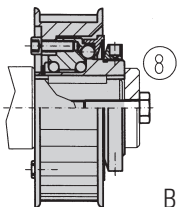

Bild 6
Komplette Kupplung mit geeigneter Vorrichtung auf den Wellenzapfen aufziehen. Die erreichte Einbauposition muss z.B. über einen Pressdeckel (8), Bild 6 axial fixiert werden.